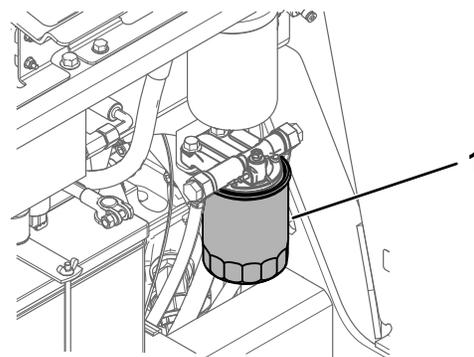

Рисунок 60
5. Подставьте под корпус топливного фильтра чистую емкость (Рисунок 60).